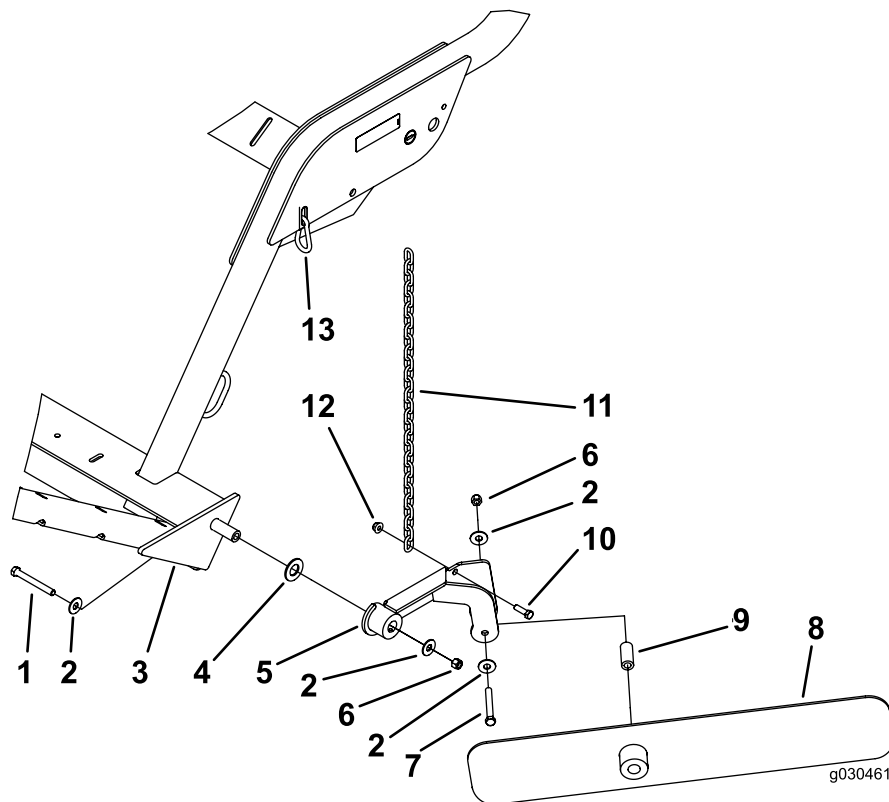

Рисунок 16
Примечание: Расположите компоненты, как показано на Рисунок 16.
2. Прикрепите отражатель вала к сборочному узлу при помощи болта (7/16 x 3¼ дюйма), 2 плоских шайб, проставки и контргайки (7/16 дюйма). Соберите компоненты, как показано на Рисунок 16.
- Прикрепите цепь к сборочному узлу отражателя при помощи болта ($\frac{3}{8}$ x $1\frac{1}{4}$ дюйма) и фланцевой гайки ($\frac{3}{8}$ дюйма) (Рисунок 16).
- Прикрепите другой конец цепи к пазу в раме с помощью карабина (Рисунок 16).